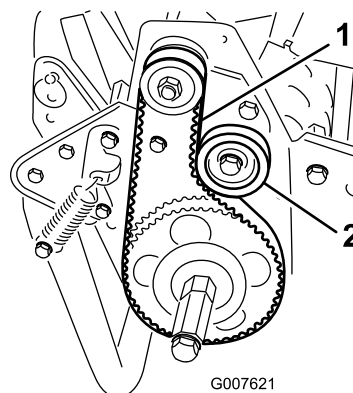

図 37
2. プーリ間の中央部図 37でベルトを 18–22 N 4–5 lbs = 1.8–2.2 kg 程度の力で押して点検する。ベルトのたわみが 6mm あれば適正とする。
- A. アイドラプーリ固定ナットをゆるめ、プーリをベルトの背に押しつけて、適当な張りを出す図 37。